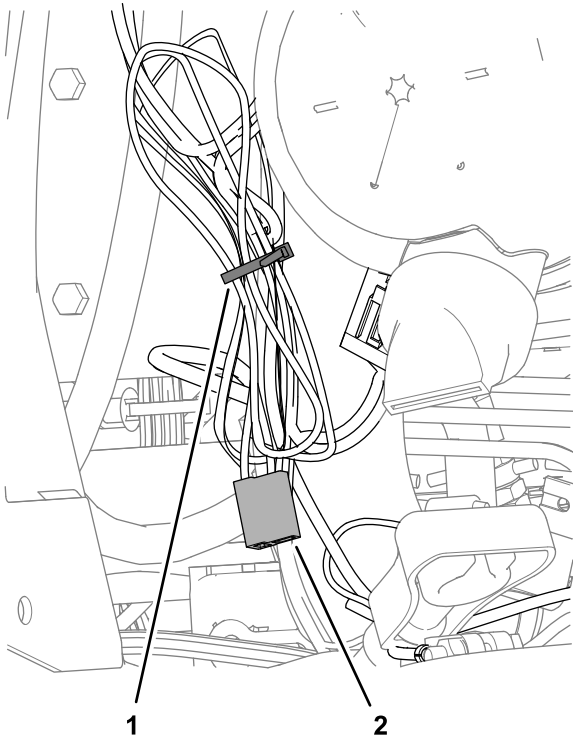

Bild 20
- Bündeln Sie den nicht verwendeten Stromkabelbaumzweig für die Kabel der Scheibenwaschanlagenpumpe, wie in Bild 20 abgebildet.
2. Befestigen Sie die Kabel mit einem Kabelbinder (Bild 20).